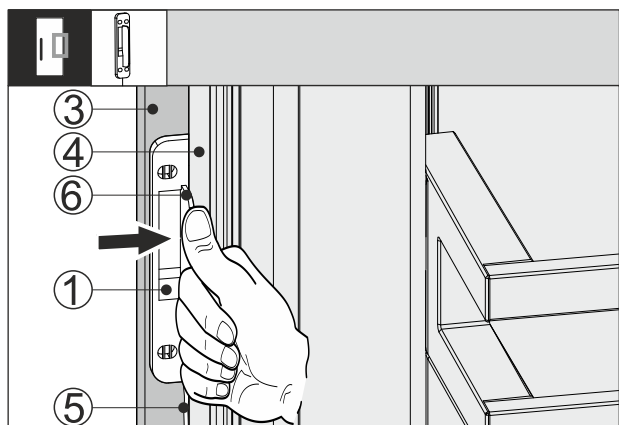

Fig. 66
- ▶ Tolja be a koppintásérzékelőt Fig. 66 (1) a szekrény előlapja Fig. 66 (3) és a készülék ajtaja Fig. 66 (4) közé úgy, hogy a kábel Fig. 66 (5) kissé megfeszüljön. A koppintásérzékelő ütközője Fig. 66 (6) felfekszik a készülék ajtajára Fig. 66 (4).
- ▶ Nyomja rá a koppintásérzékelőt Fig. 66 (1) a szekrény előlapjára Fig. 66 (3).
- ▶ Felragasztotta a koppintásérzékelőt Fig. 66 (1). A koppintásérzékelő felragasztásával optimalizálható a koppintási jel átvitele.
Ha tartósan rögzítik a koppintásérzékelőt Fig. 66 (1), az növeli az élettartamát.
- ▶ Csavarozza fel a koppintásérzékelőt Fig. 66 (1) a mellékelt csavarokkal a bútor előlapjára Fig. 66 (3).